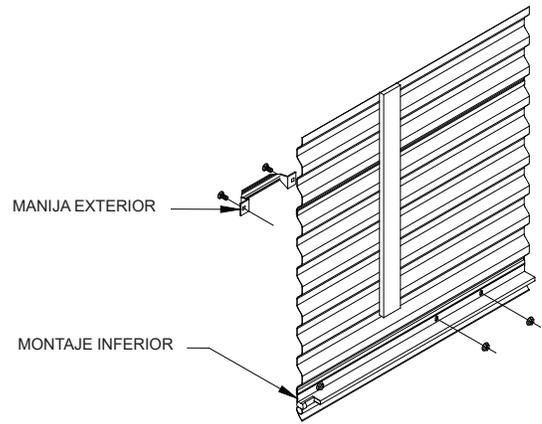

Figura 9.
9.2 Manilla exterior/barra inferior: adjunte la manija al borde exterior inferior de la puerta usando los dos (2) pernos de cabeza redonda de 1/4" y tuercas de reborde provistos. Véase la Figura 9.